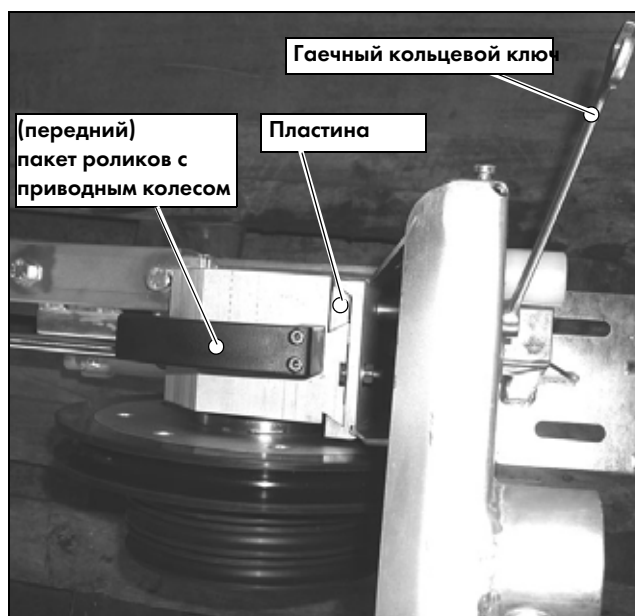

Рис. 5.9 Смонтированный передний пакет роликов CSA•100 (с приводным колесом)
- Смонтируйте передний пакет роликов с приводным колесом! Для этого ослабьте зажимную пластину с помощью гаечного кольцевого ключа, вставьте пакет роликов в крепление сверху и закрепите с помощью зажимной пластины обратно (Рис. 5.9 и 5.10)!